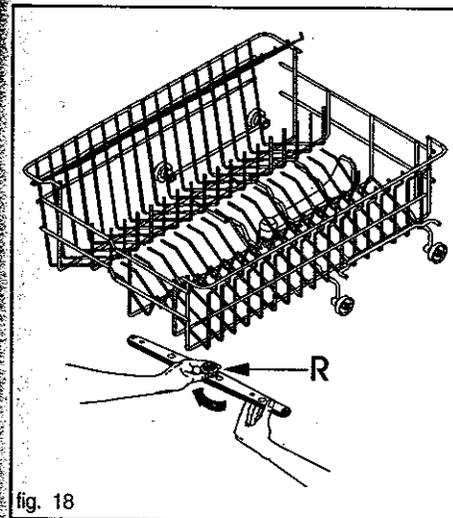

fig. 18
**Para retirar la tobera de rociado superior, destornille el casquillo "R" (fig.18).**